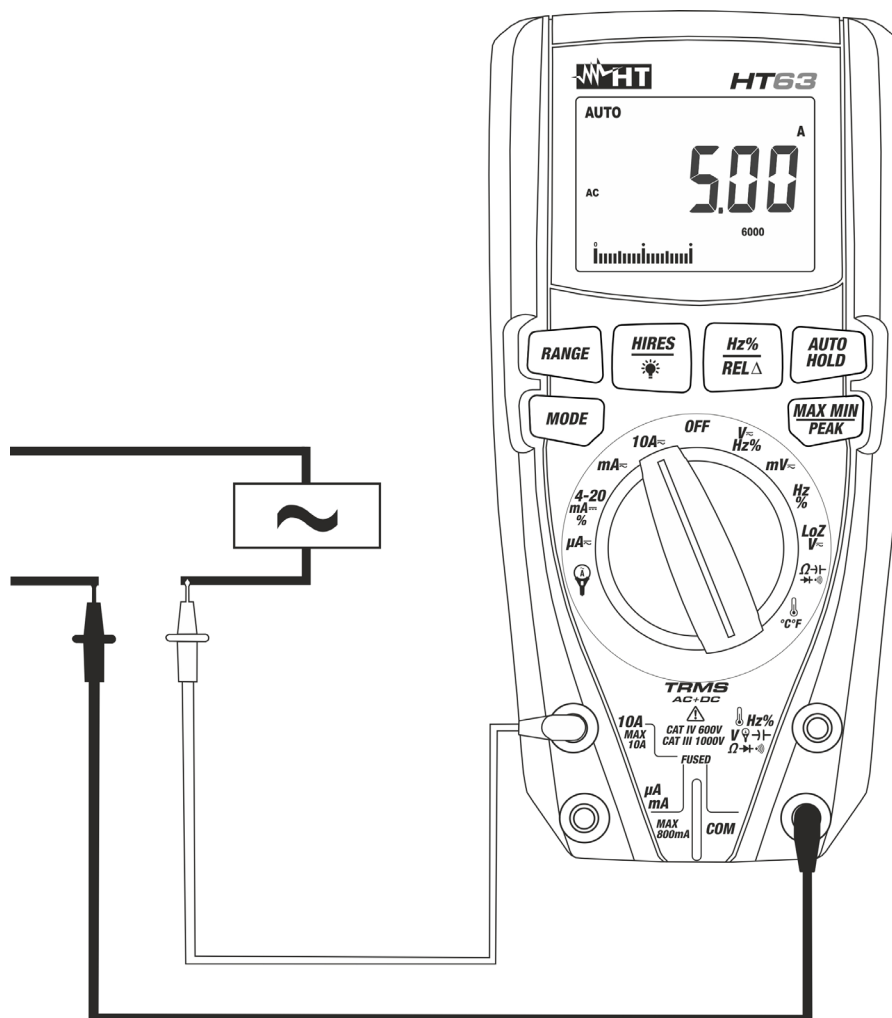

Fig. 11: Uso del instrumento para medida de Corriente CA
5. Conecte la punta roja y la punta negra en serie al circuito del que se quiere medir la corriente (vea Fig. 11)